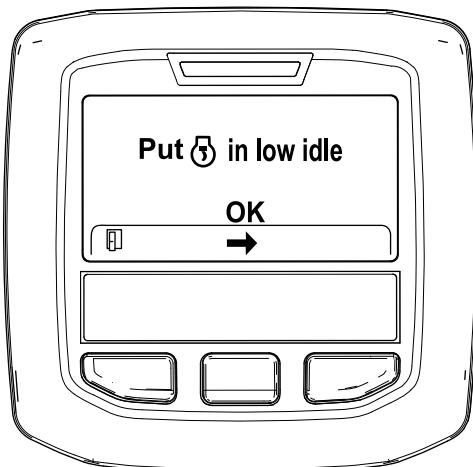

Bild 45
6. Stellen Sie die Gasbedienung in die NIEDRIGE LEERLAUF-Stellung und drücken Sie die mittlere Taste (Bild 45).